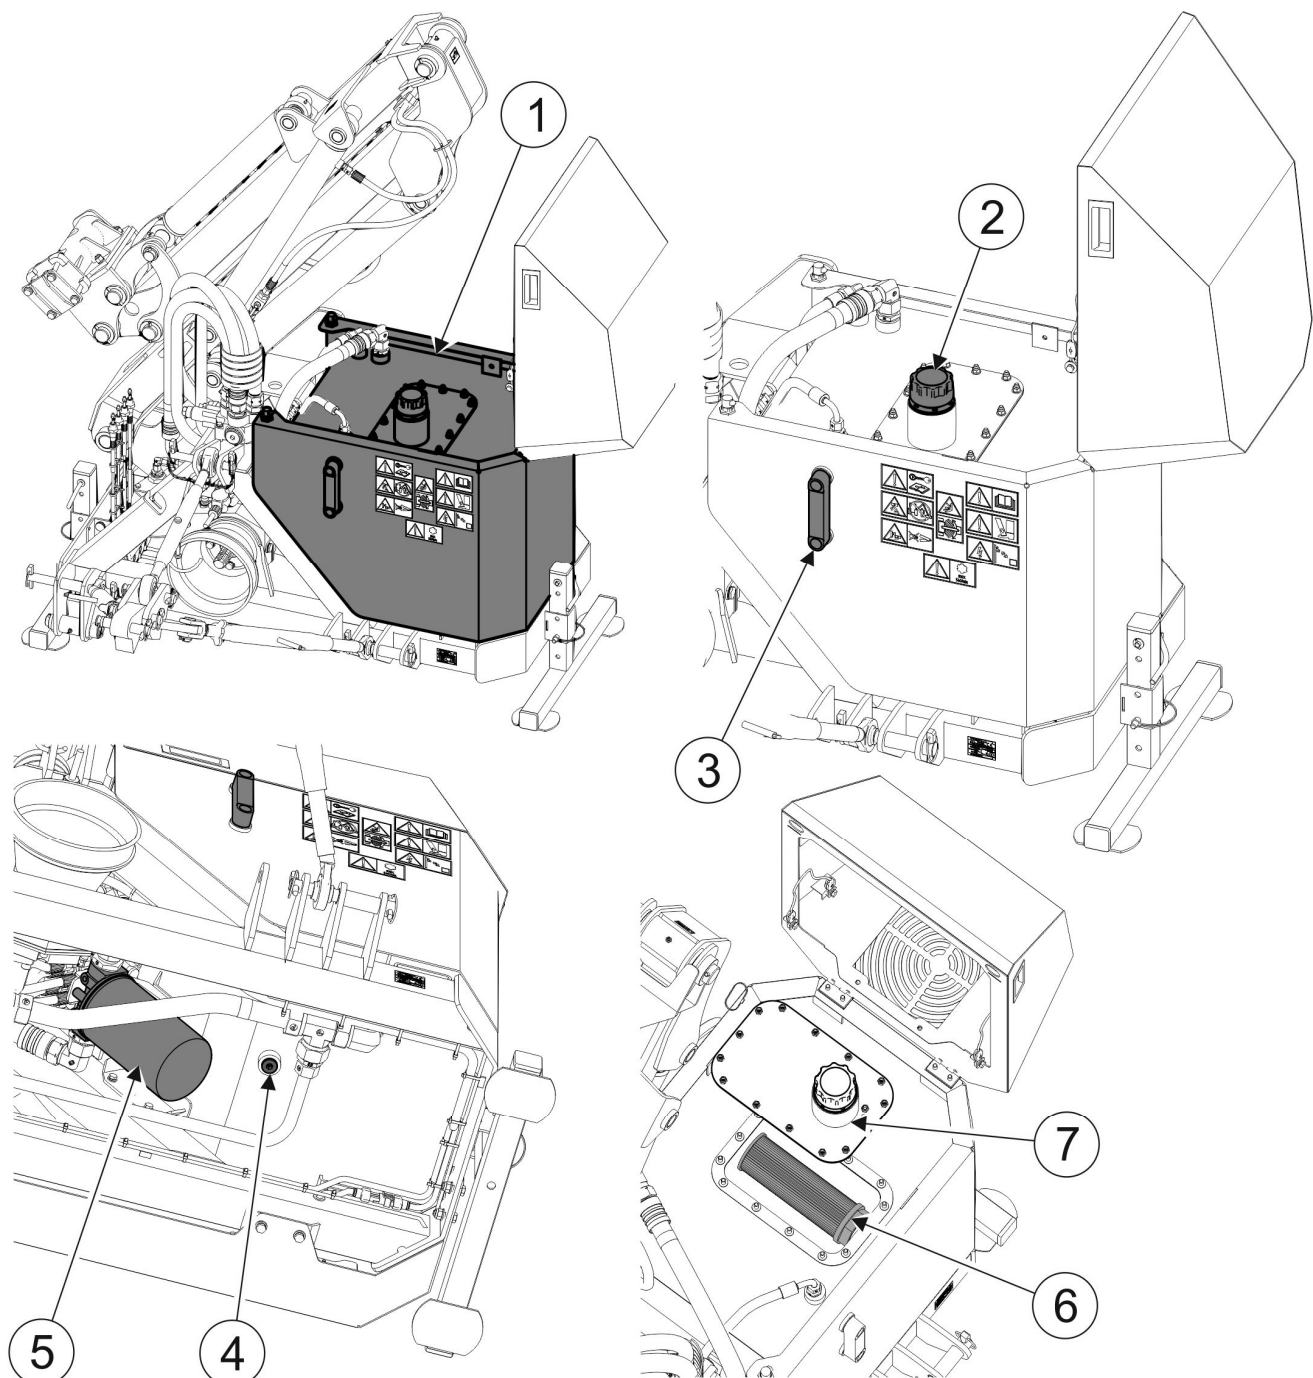

РИСУНОК 5.1 Масляний бак
Масляний бак (1) (РИСУНОК 5.1) вміщує 130 л гідравлічного масла типу HL46. Щодня перевіряйте герметичність зварних з'єднань резервуару і з'єднань гідравлічних шлангів до баку.